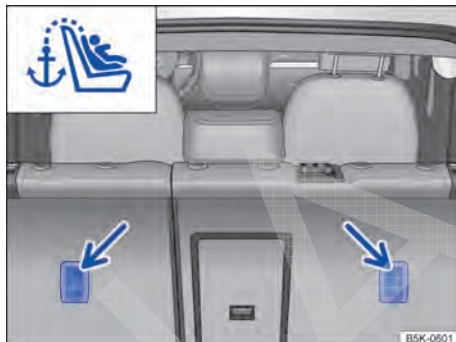

Fig. 28 Olhais de retenção para o cinto de fixação superior no lado de trás do banco traseiro.
- Conduzir o cinto de fixação superior (Top Tether) da cadeira de criança para trás, no compartimento de bagagem, e enganchar no olhal de fixação correspondente, identificado como Top Tether → Fig. 28.